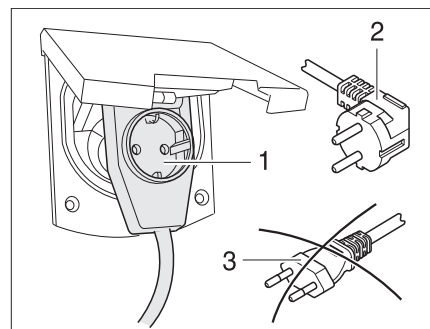

Fig. 89 Conexión a un conector con salida lateral del cable con caja de enchufe
- ▶ Al utilizar un acoplamiento acodado CEE 17, con caja de enchufe incorporada en el lado trasero (Fig. 89,1), emplear únicamente un conector IP 44 de goma impermeable, con contacto protector (Fig. 89,2). No utilizar conector sin contacto protector (Fig. 89,3). ¡Peligro de electrocución!